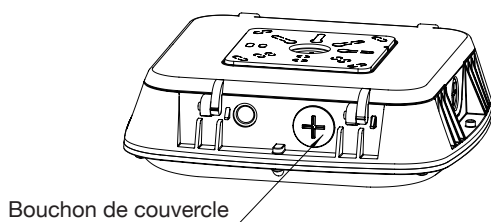

Fig. 1
1. Retirer le bouchon du couvercle du sélecteur comme indiqué sur la figure (Fig. 1).